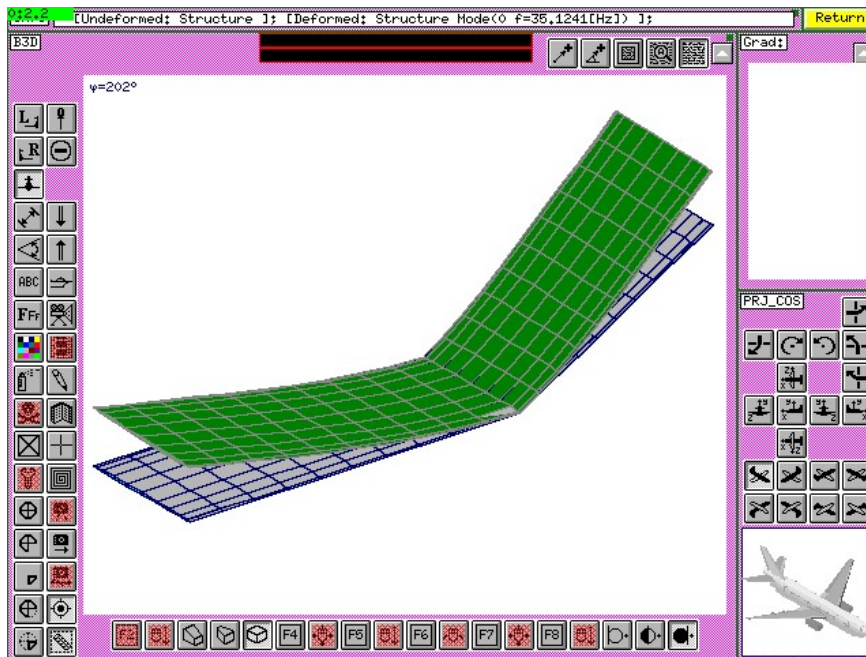

Рисунок 33. Анимация 1-го тона симметричных изгибных колебаний крыла
Для визуализации 0-го тона собственных колебаний поместите курсор мыши в активное окно «(4) Sym mode freq» и нажмите на текст первой строки «q[0] f = 35.124[Hz]» с курсором . На экране появится сцена с визуализацией 1-го тона собственных колебаний изгиба крыла с частотой 35.12 Гц (Рисунок 33).